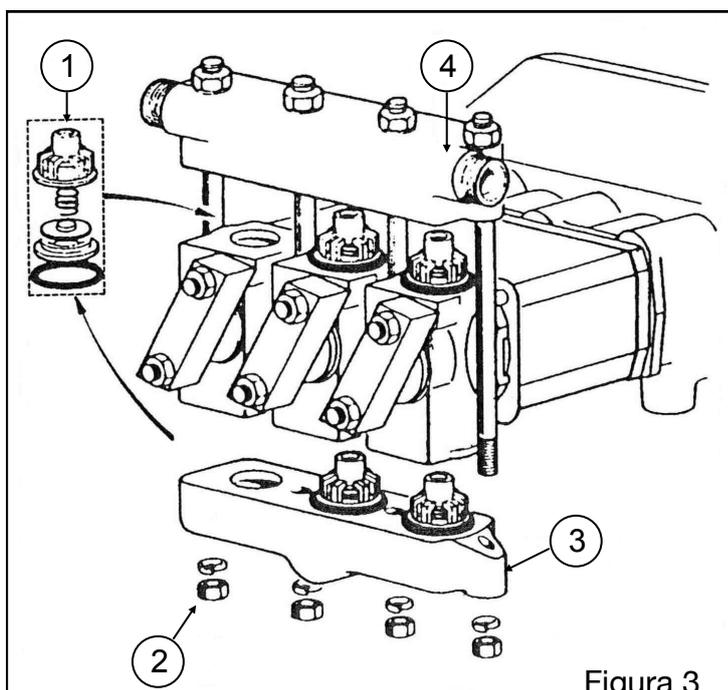

Figura 3
- Comprobar el estado de los 6 conjuntos de válvulas (rep.1, figura 3) :
- Desatornillar las 4 tuercas (2).
- Retirar el colector de aspiración (3).
- Retirar el conjunto colector de rechazo (4) y sus 4 tirantes.
- Desmontar los 6 conjuntos de válvula (1), limpiarlos a la gasolina, antes montaje engrasarlos ligeramente.